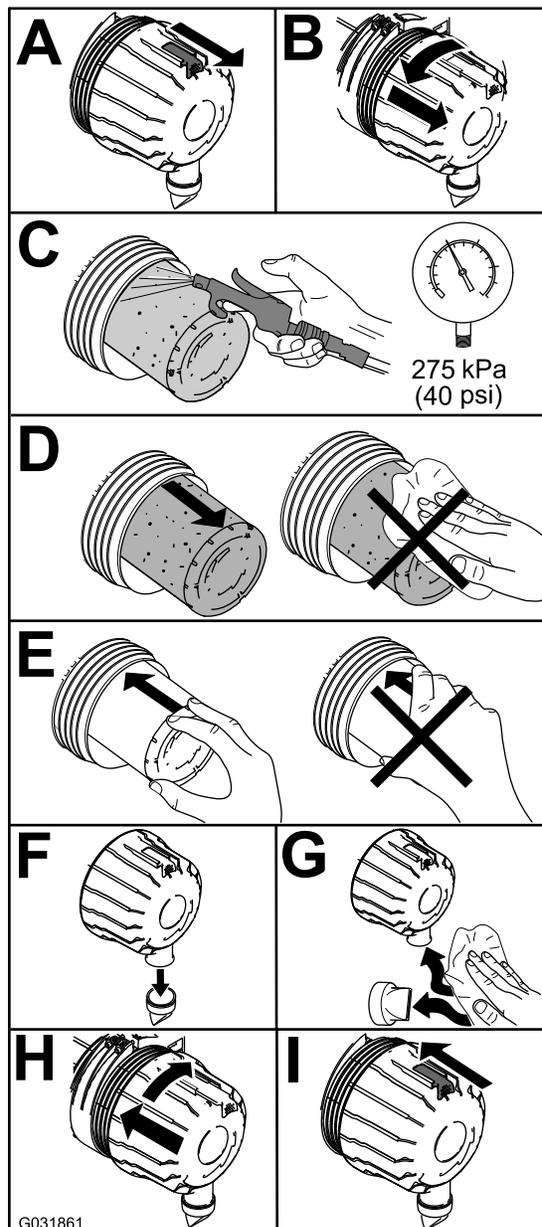

Bild 55
1. Tauschen Sie den Luftfilter aus (**Bild 55**).